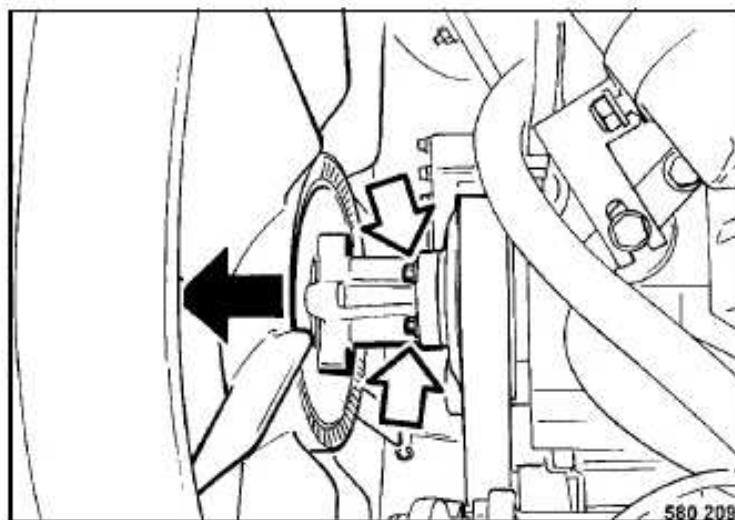

Fig. 129
- Desenroscar los tornillos de fijación (Fig. 129) y empujar el ventilador hacia delante.